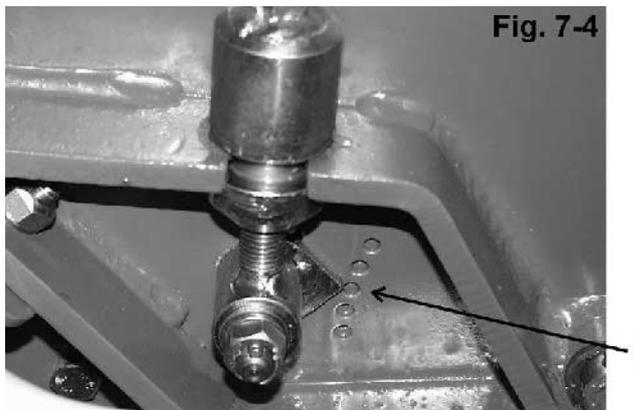

Fig. 7-4
7. Veillez à ce que les rouleaux d'appui soient réglés à la même hauteur de chaque côté grâce aux échelles de contrôle latérales (fig. 7-4).